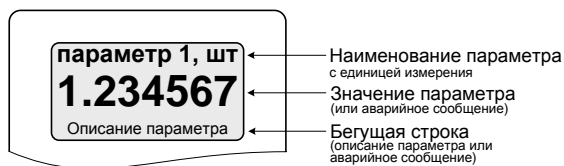

Рисунок 2
2.1.3 На экране индикатора выделяются три области (рисунок 2):